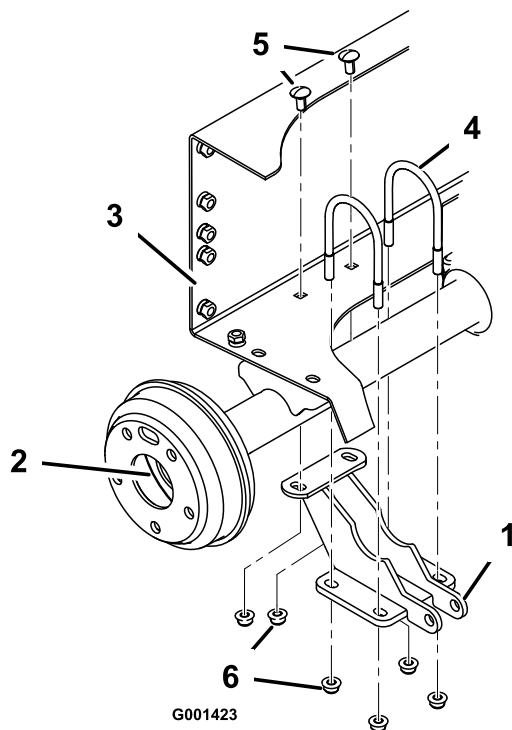

Figure 10
alignant les trous de montage sur les trous du support de batterie (Figure 10).
- Fixez le support de vérin de relevage au cadre arrière avec 2 boulons de carrosserie (3/8 x 1 po) et 2 écrous à embase (3/8 po). Serrez les 4 écrous à embase sur les étriers filetés au même couple pour bien aligner le support par rapport à l'essieu. Serrez les 2 écrous qui fixent l'arrière du support au cadre arrière (Figure 10).